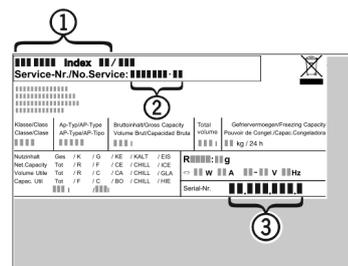

Fig. 11
- ▶ Denominación del aparato Fig. 11 (1), n° del servicio técnico Fig. 11 (2) y n° de serie Fig. 11 (3) en la placa de identificación. La placa de identificación se encuentra en la parte interior izquierda del aparato.
- ▶ Informe al servicio postventa e indique el fallo, la denominación del aparato Fig. 11 (1), el n° del servicio técnico Fig. 11 (2) y el n° de serie Fig. 11 (3).